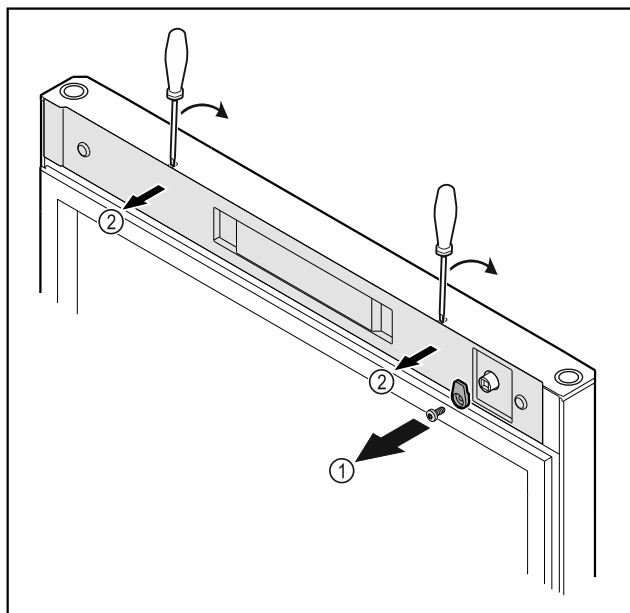

Fig. 11
- ▶ Odvrnite kuke za zatvaranje Fig. 11 (1).
- ▶ Odvojite poklopac Fig. 11 (2) malim odvijačem i skinite ga.